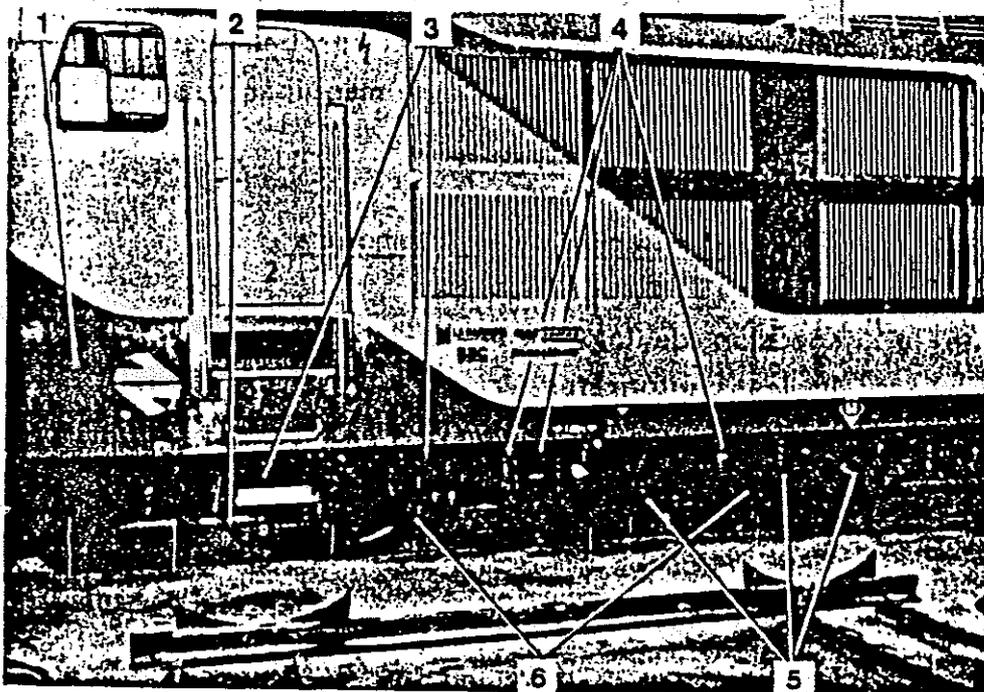

Figura 5 Visita lateral del bogie
- Depósitos areneros y provisión de arena (Figura 5/1) así como las toberas de areneros con sus respectivos tubos flexibles (Figura 5/2)
- Zapatas y timonería de freno (Figura 5/3)
- Suspensión primaria (Figura 5/5), bielass de guías de ejes (Figura 5/6) y tope emergencia de la suspensión primaria.
- Amortiguadores (Figura 5/4).